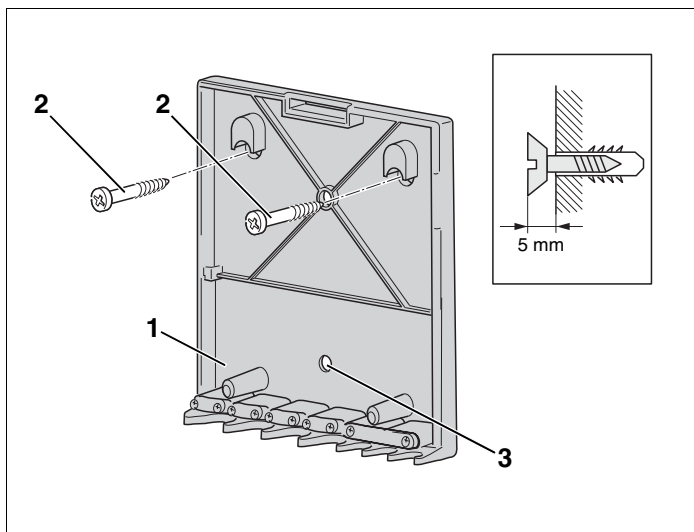

Fig. 9 Monter le support mural
- Tracer les positions des perforations du support mural (fig. 9, **pos. 1**).
- Perforez les trous selon le gabarit du support mural (fig. 9, **pos. 1**) (Ø 6 mm).
- Insérer les chevilles dans les perforations et visser les vis jointes (fig. 9, **pos. 2**) sur 5 mm.
- Accrocher le support mural (fig. 9, **pos. 1**) et serrer les vis à fond. Si nécessaire, fixer également le support mural sur le mur (fig. 9, **pos. 1**) avec la perforation supplémentaire (fig. 9, **pos. 3**).